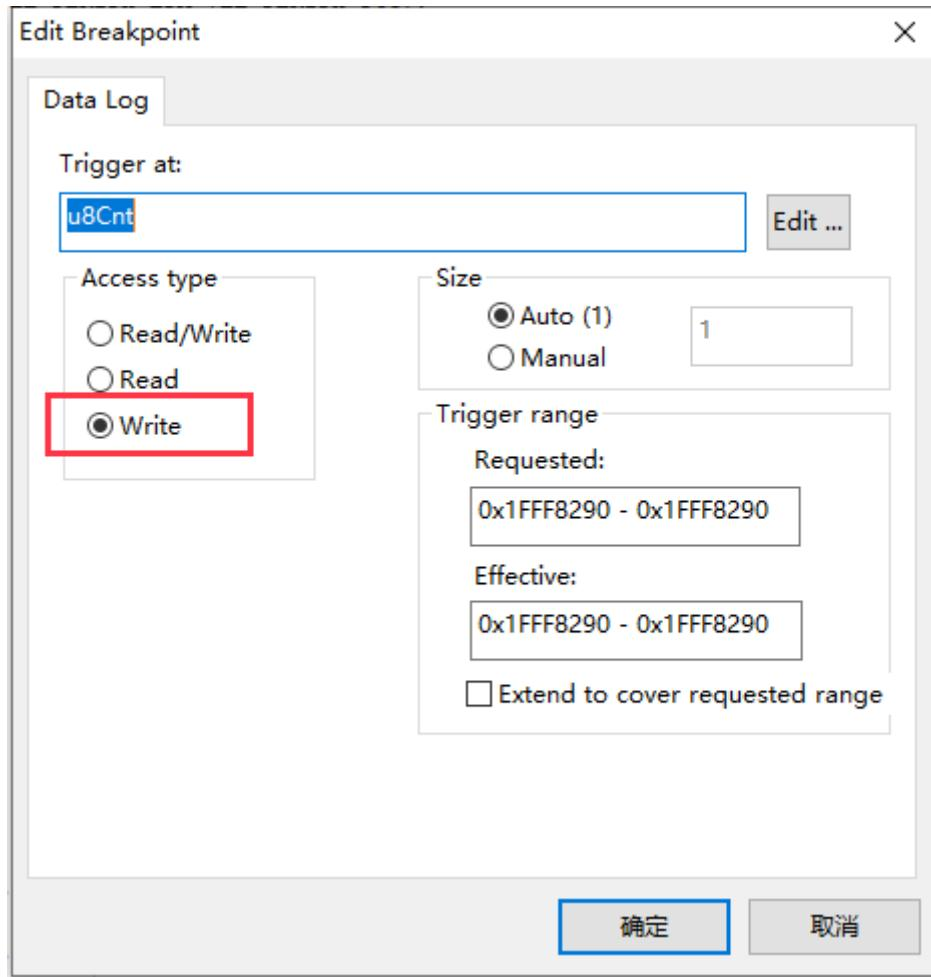

图 3-8 Edit Breakpoint
- 通过 View -> Breakpoints 打开 Breakpoint 窗口，在断点处右键点击 Edit 选项，进行编辑，选择该变量被 Write 改写时触发数据记录断点。如图 3-7 和图 3-8 所示。